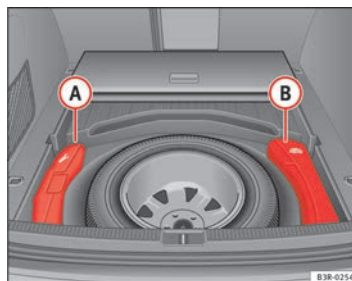

Fig. 192 Caja de las herramientas y gato
La herramienta de a bordo (A) y el gato (B) ⇒ fig. 192 para vehículos con rueda de repuesto y para vehículos con juego para reparación de neumáticos se encuentran en el maletero, debajo de la superficie de carga.